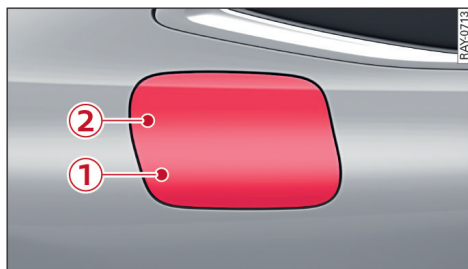

图 64 汽车的右后部：打开充电口盖
- ▶ 要打开充电口盖时，请在部位 ① 点按充电口盖 ⇨ 图 64。
- ▶ 要打开充电口盖时，请在部位 ② 点按充电口盖 ⇨ 图 64。